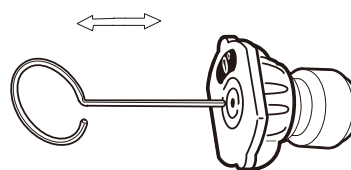

Fig. 4
- Si la buse se bouche, utilisez la tige de nettoyage fournie ou un trombone déplié pour enlever la saleté ou les débris. (Voir Fig. 4.)